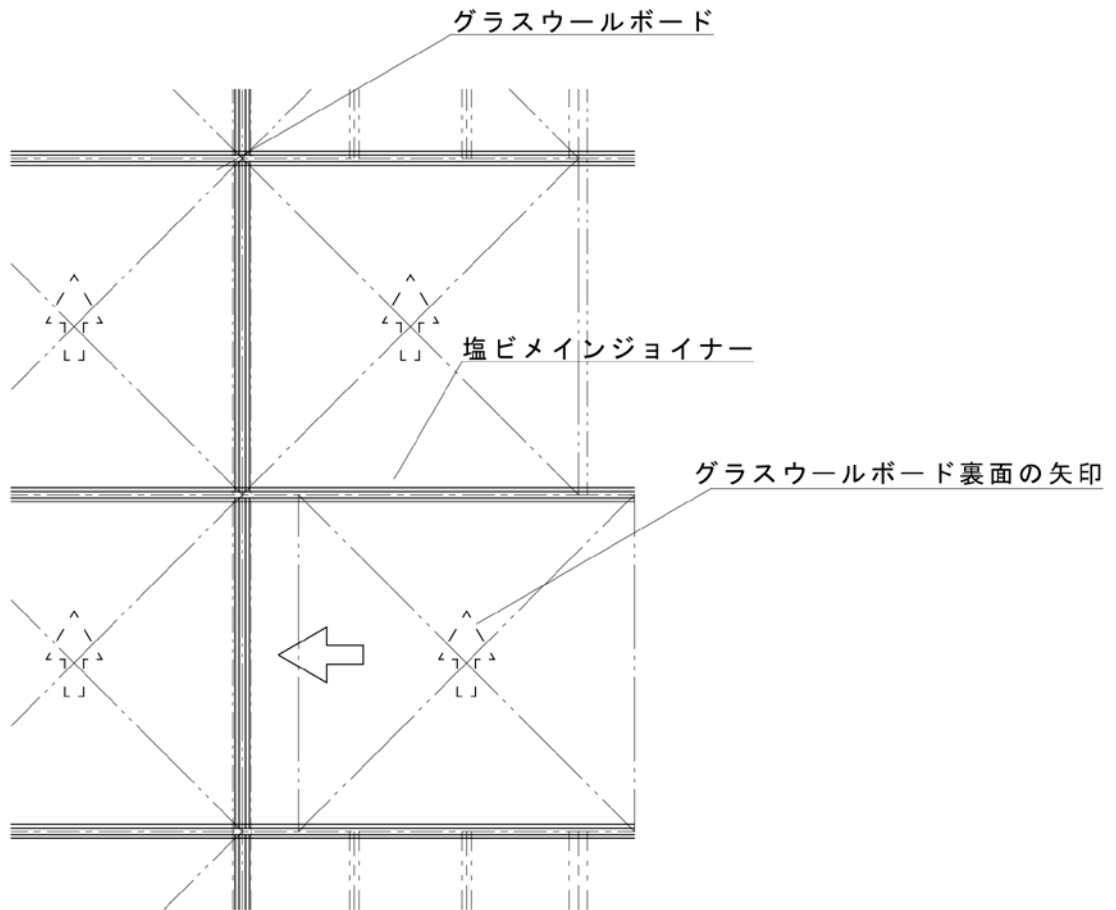

図 2-3-1 グラスウールボードの取付け①
①グラスウールボードの裏面の矢印の向きをメインジョイナーと直行する方向に向けてグラスウールボードを、メインジョイナーに挿し込む。(図 2-3-1 参照)